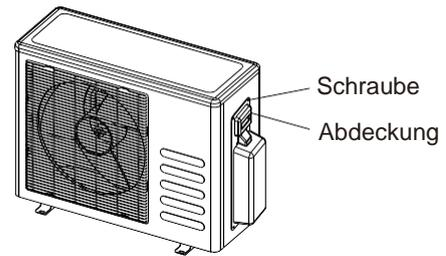

Abb. 61
1. Nehmen Sie die Abdeckung der Elektro-Steuerplatine von der Außeneinheit ab, indem Sie die Schrauben lösen wie in Abb. 61 gezeigt.